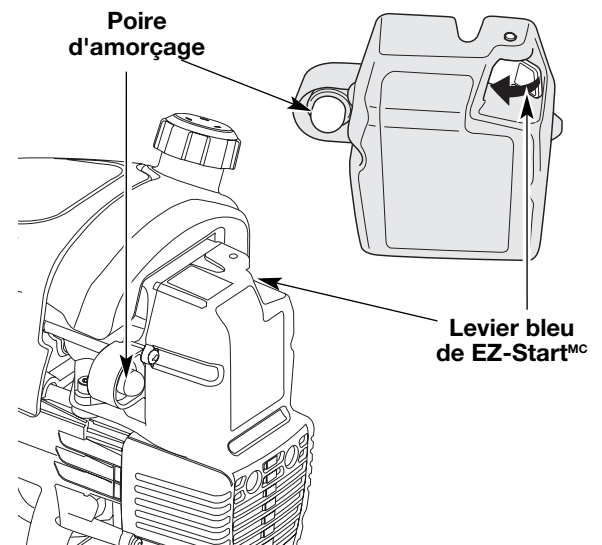

Fig. 7
**REMARQUE :** Il n'est pas nécessaire de faire démarrer la machine. La commande On/Off (Arrêt/Marche) est en position ON (I) en permanence.
2. Pressez et relâchez la poire d'amorçage à 10 reprises, lentement. Une certaine quantité de **carburant devrait être visible dans la poire d'amorçage** et les conduites de carburant (Fig. 7). Si vous n'apercevez pas de carburant dans la poire, pressez et relâchez la poire autant de fois que nécessaire jusqu'à ce que vous aperceviez du carburant dans cette dernière.
3. **Faites pivoter le levier bleu de EZ-StartMC vers la poire d'amorçage** jusqu'à ce qu'il clique et se verrouille en place (Fig. 7).